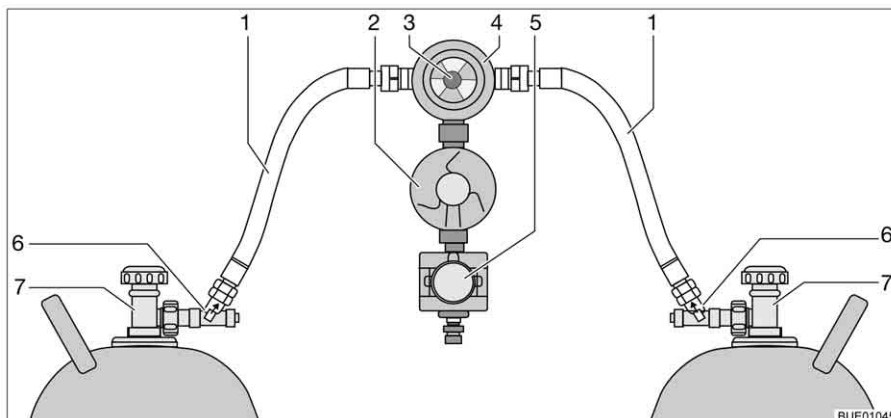

Fig. 143 Impianto di commutazione Crash Protection Unit
La Crash Protection Unit consiste di due limitatori di flusso con sblocco manuale (Fig. 143,6), di una valvola di commutazione (Fig. 143,4) con regolatore di pressione (Fig. 143,2), di una elettrovalvola (Fig. 143,5) e di una centralina di controllo con LED a tre colori. La valvola di commutazione viene montata tra i due tubi del gas (Fig. 143,1).
Con la manopola (Fig. 143,3) sulla valvola di commutazione è possibile stabilire, quale delle bombole del gas viene utilizzata come bombola in uso e quale bombola del gas viene utilizzata come bombola di riserva.
Sulla centralina di controllo (Fig. 144) possono venire azionate solo le funzioni elettriche. Le valvole principali di arresto delle bombole del gas (Fig. 143,7) e gli sblocchi (Fig. 143,6) devono essere aperti a mano.
- Aprire le valvole principali di arresto delle bombole del gas (Fig. 143,7).
- Premere gli sblocchi (Fig. 143,6) uno dopo l'altro per 10 secondi.
- Con la manopola (Fig. 143,3) sulla valvola di commutazione (Fig. 143,4) selezionare la bombola del gas, da cui proviene la principale alimentazione del gas (bombola in uso).
- Chiudere le valvole principali di arresto delle bombole del gas (Fig. 143,7).